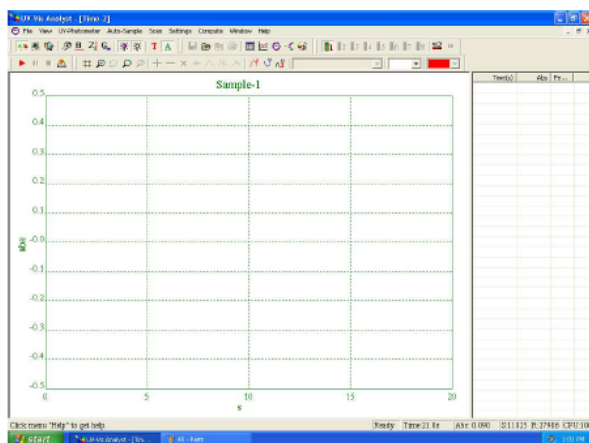

Fig. 4-38
1. click  en la barra de herramientas y aparecerá la siguiente ventana de dialogo (fig 4-38).